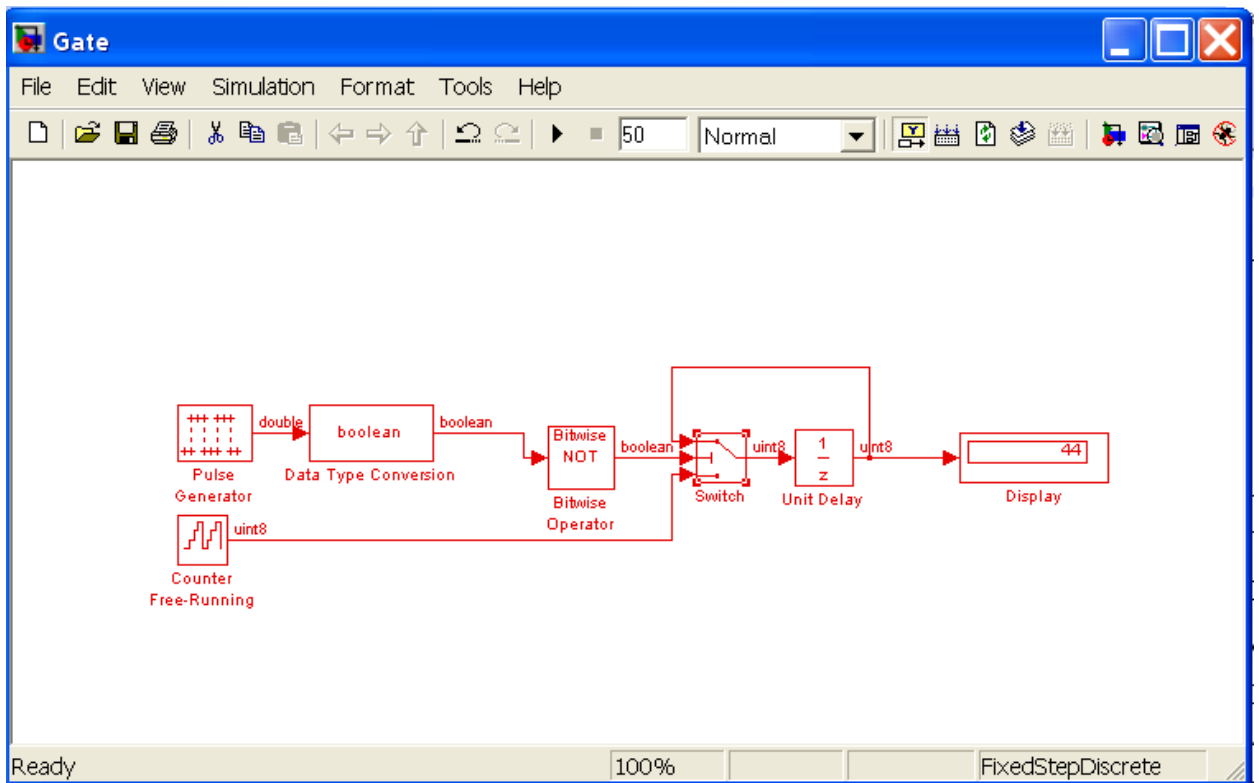

Рис. 16. Диаграмма модели управляемого вентиля
- Разместите блоки в окне диаграммы модели и соедините их сигналами так, чтобы диаграмма выглядела как на рис. 16